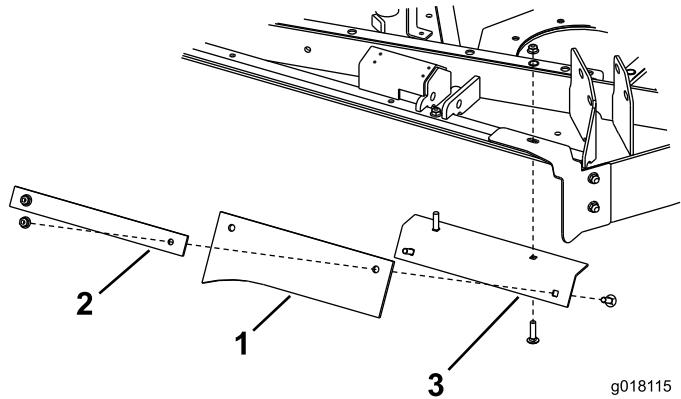

図 5
9. 長さ12 インチ (30.5 cm) の外側フラップ、外側ストラップ、および外側アングルは、組み付け済みである（図 5）。
10. アセンブリと前シールドを、刈り込みデッキの後部に取り付ける； $5/16 \times 1-1/4$ インチのキャリッジボルト2本とフランジナットを使用する（図 5）。